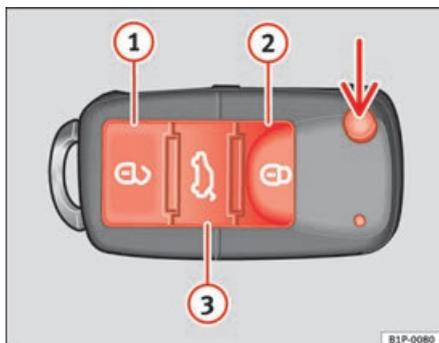

Abb. 64 Tastenbelegung
Mit der Taste  $\Rightarrow$  Abb. 64 (Pfeil) der Fernbedienung wird der Schlüsselbart ausgeklappt.
Fahrzeug entriegeln  $\Rightarrow$  Abb. 64 ①.
Fahrzeug verriegeln  $\Rightarrow$  Abb. 64 ②.
Heckklappe entriegeln. Drücken Sie die Taste  $\Rightarrow$  Abb. 64 ③, bis alle Blinkleuchten am Fahrzeug kurz aufleuchten. Nach Drücken der Entriegelungstaste  $\Rightarrow$  ③ können Sie die Heckklappe innerhalb von 2 Minuten öffnen. Nach Ablauf dieser Zeit wird die Heckklappe wieder verriegelt.
Zudem blinkt die Batterie-Kontrollleuchte des Schlüssels  $\Rightarrow$  Abb. 64 auf.
Bei einmaligem Drücken der Taste  $\Rightarrow$  Abb. 64 ①, wird nur die Fahrertür geöffnet. Alle anderen Türen bleiben verriegelt. ▶
Bei zweimaligem Drücken der Taste  ⇒ Seite 103, Abb. 64  werden alle Türen entriegelt.
- Verriegeln Sie das Fahrzeug mit dem Schlüssel mit Funkfernbedienung ⇒ Seite 103, Abb. 64 über das Schloss in der Fahrertür.